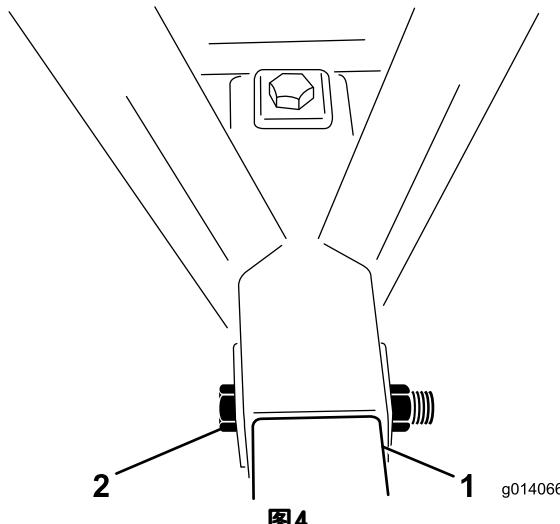

图4
5. 把一个 1 x 6 - 1/2 英寸的螺栓安装到框架和挂钩管，并安装锁紧螺母（图4）。
6. 把第二个 1 x 6 - 1/2 英寸的螺栓安装到框架顶部和挂钩管底部。安装锁紧螺母（图4）。